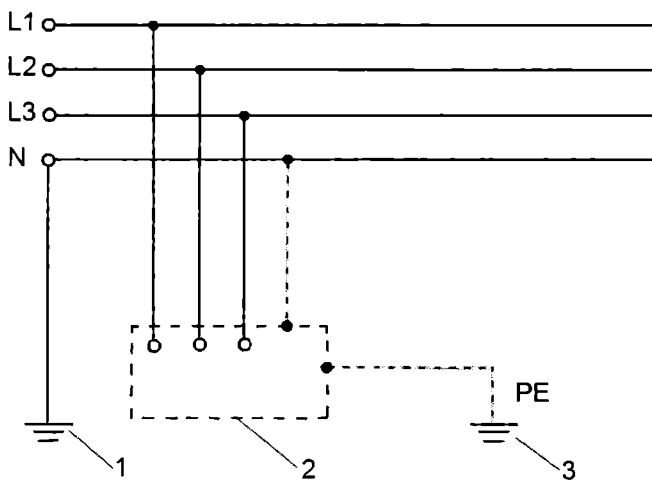

Рис. 2.37. Система заземления ТТ:
**Системы IT и TT.** Практически не используются в быту. Можно вкратце сказать, что эти системы применяются в случае специальных требований к электрооборудованию (рис. 2.37). Систему TT еще можно встретить, например при постройке частных домов, но IT точно нет. Наиболее вероятное место применения системы IT — это устройство заземления лаборатории, в которой проводятся опыты с применением чувствительной аппаратуры, а все токи и электромагнитные поля должны быть сведены к минимуму.